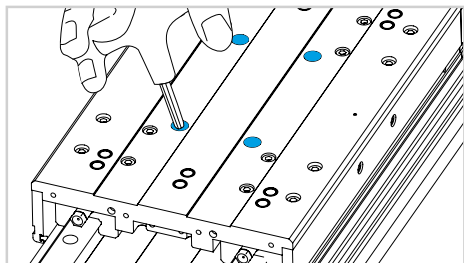

Fig. 7
- 8) Svitare e rimuovere le 4 viti che tengono agganciata la parte interna del carro (Fig.7)